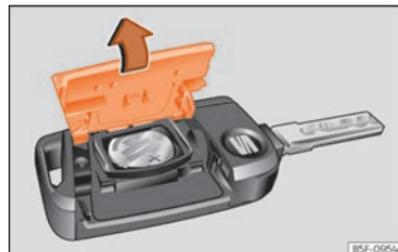

Fig. 48 Llave del vehículo: apertura de la tapa del compartimento para la pila.
- Retire la tapa en la parte trasera de la llave del vehículo en la dirección de la flecha »» fig. 48 , »» ① .